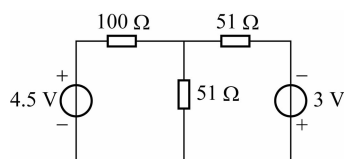

图 1-7 任务二电路
正确使用电流表和电压表测量图 1-7 中 $100\ \Omega$ 和 $51\ \Omega$ 电阻的电压和电流(绘制接线图)。
- (1)按照图 1-7 正确连接电流表和电压表。
- (2)将测量结果填入表 1-2 中。